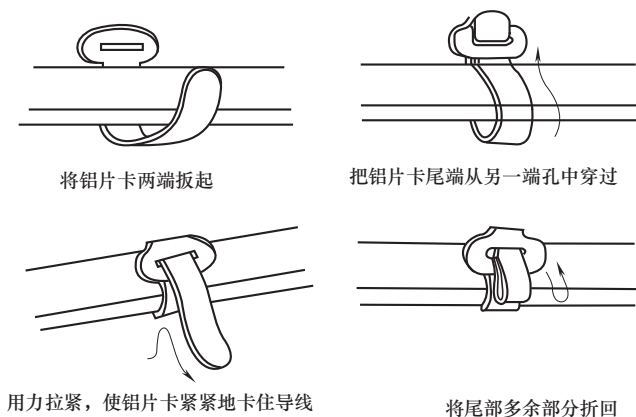

图 2-40 铝片卡收紧夹持护套线
(3) 夹持铝片卡时，应注意护套线必须置于线卡钉位或粘接位的中心，在扳起铝片卡首尾的同时，应用手指顶住支持点附近的护套线。铝片卡的夹持方法如图 2-40 所示。另外，在夹持铝片卡时应注意检查，若有偏斜，应用小锤轻敲线卡进行校正。